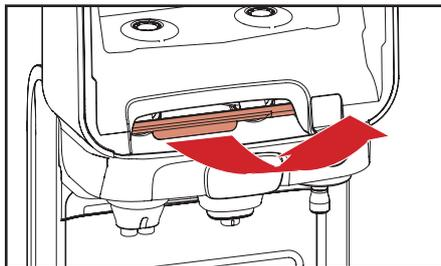

Fig. 5.5 - Tirar de la barra roja de liberación
3. Empuje la barra del liberador rojo para abrir el compartimiento de salida (Fig. 5.5).
- a. Tire de la barra roja para abrir el compartimento de salida (fig. 5.5).